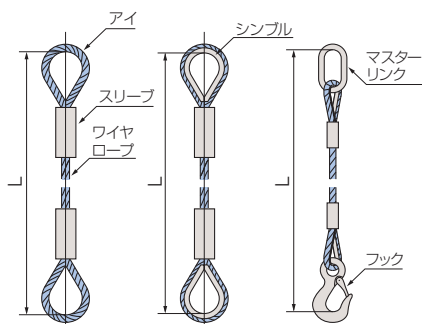

図1●1本形の例
- ①適用範囲/この規格(JIS B 8817-1991)は、巻上機などに使用するアイ部をスリーブで圧着したワイヤロープスリング(以下、ロープスリングという。)について規定する。
- ②用語の定義/この規格で用いる主な用語の定義は、JIS B 0148(巻上機用語)によるほか、次による。
- ①基本使用荷重/1本のロープスリングに使用上負荷することができる最大張力。
- ②使用荷重/各種のつり方において、ロープスリングに使用上負荷することができる最大張力。
- ③モード係数/ロープスリングにおいて、ロープのつり本数及びつり角度による使用荷重と基本使用荷重との比。
- ④破断力/1本のロープスリングが引張試験において耐えた最大張力。
- ⑤アイ/ロープスリングの両端末に形成されたリング状の部分。
- ⑥スリーブ/アイ部の圧着に使用する金属管。
- ⑦長さ/ロープスリングの有効長さ。図1～4に示すLをもって表す。(表示例は一部。)